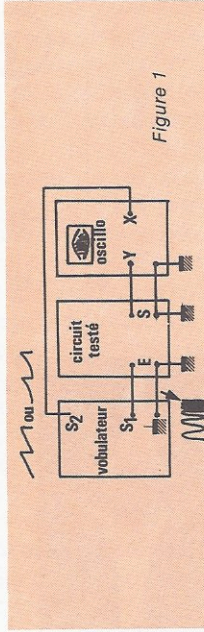

Figure 1
- l'autre, S2, délivre la rampe de vibration, utilisée pour les déviations horizontales de l'oscilloscope (figure 1).